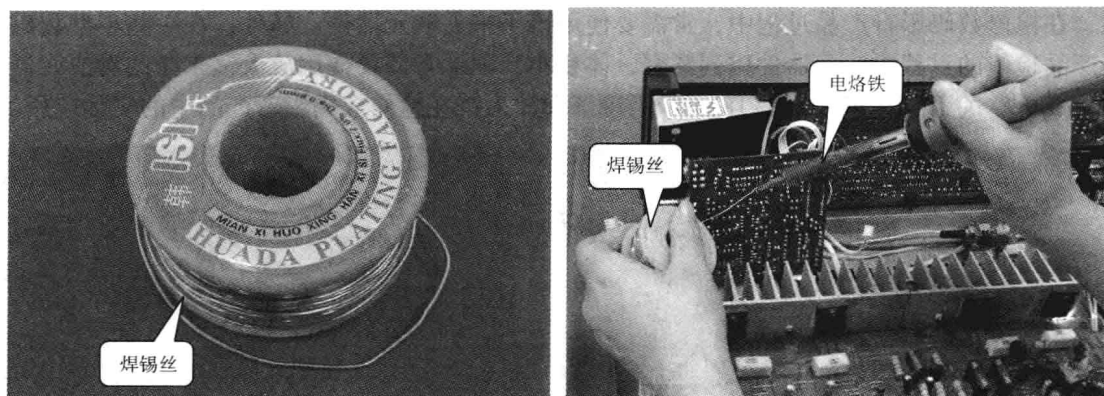

图 1-15 焊料 (焊锡丝)
2) 焊料 (焊锡丝): 焊料 (焊锡丝) 的作用是焊装元器件时, 将两种相同或不同的被焊金属连接到一起, 如图 1-15 所示。目前在数码影音产品维修时使用最多的是锡铅焊料, 俗称焊锡。